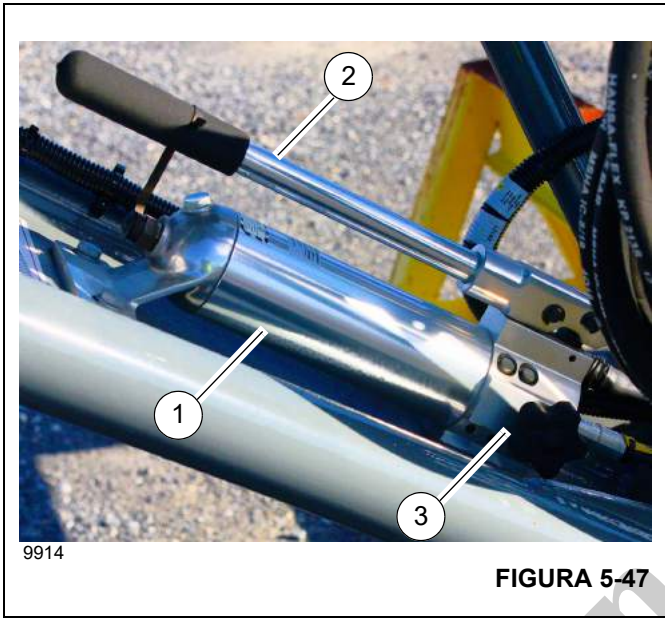

FIGURA 5-47
18. Instale os quatro pinos (5, Figura 5-40) e grampos de retenção (6) para prender a extensão da lança na extremidade da lança. Se necessário, retire as hastes superiores (7) e inferiores (8) do cabo de elevação e os grampos de retenção (9) para instalar os pinos (5). Use o macaco (1, Figura 5-47) se necessário para instalar o quarto pino, conforme necessário, da seguinte forma: